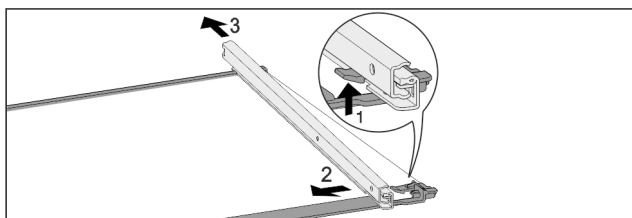

Fig. 104 Glassplate med skinner
- ▶ Trykk den fremre festespaken oppover. Fig. 104 (1)
- ▶ Skyv uttrekksskinnen til side Fig. 104 (2) og skyv bakover Fig. 104 (3) og bort.